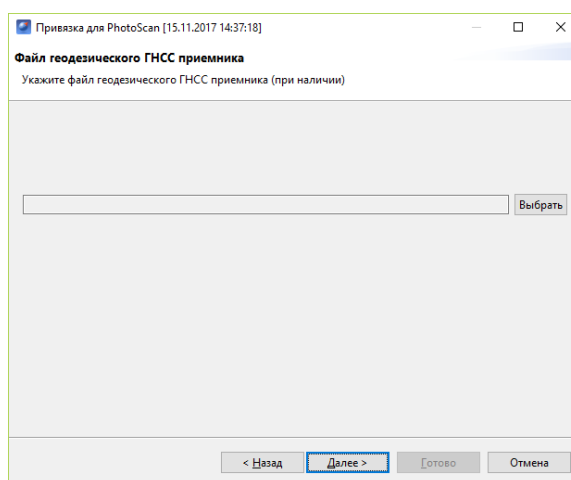

Рис. 119: Указание лога высокоточного приемника
5. Если съемка осуществлялась с участием высокоточного приемника, необходимо указать файл лога этого высокоточного приемника (рис. 119).